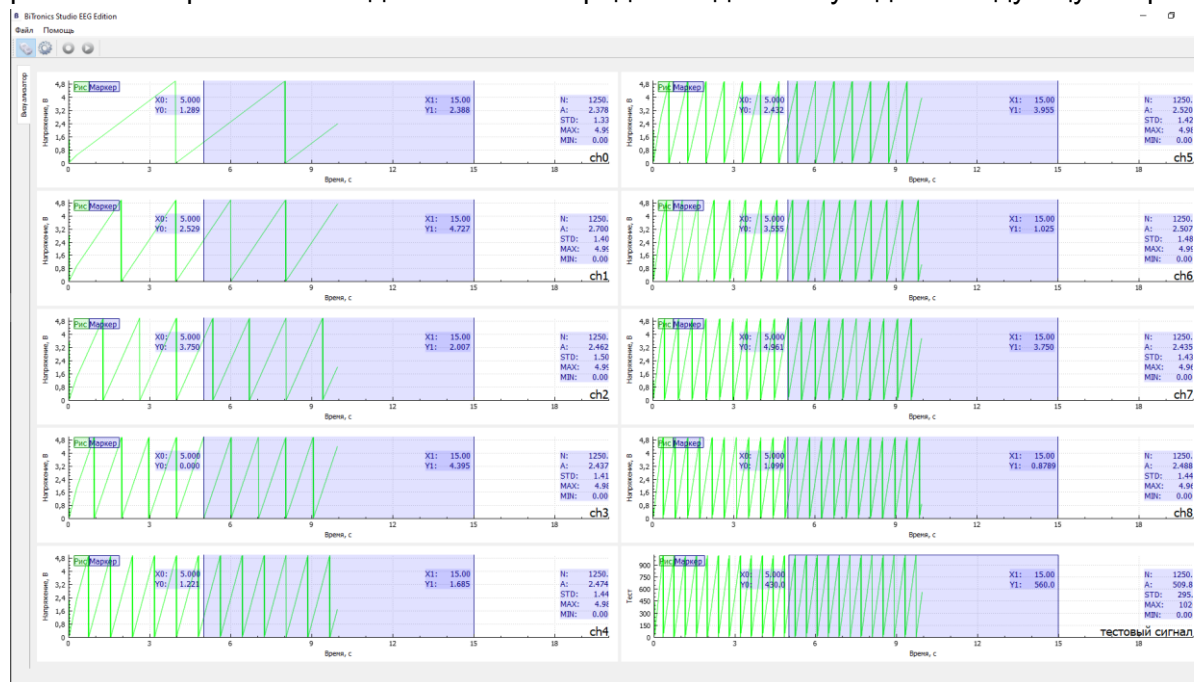

Рисунок 11 - Тестовые сигналы
- 4) Запустите программу-визуализатор BiTronics\_Studio\_eeg\_edition.exe, нажмите кнопку соединения  и в случае если плата Ардуино прошилась нормально и подключение в порядке вы должны увидеть следующую картину (рис. 11):